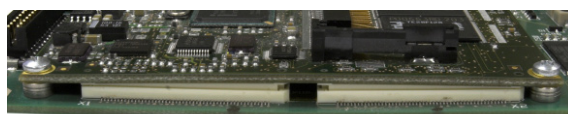

Figure 3-55 : Connecteurs de la carte ETX incorrectement logés
- Le fait de serrer les vis de fixation de la carte ETX ne permet pas de loger correctement les connecteurs – voir la Figure 3-55. Vous devez appuyer sur chacun d’eux pour qu’ils soient bien logés.